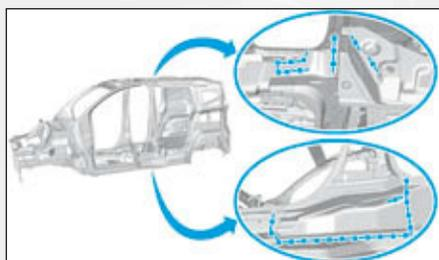
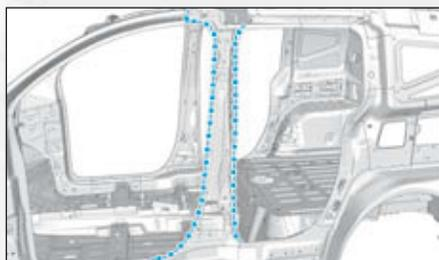

FIG.81
FIG.82
- Préparer les zones d'accostages sur la caisse (Fig.81) et (Fig.82).